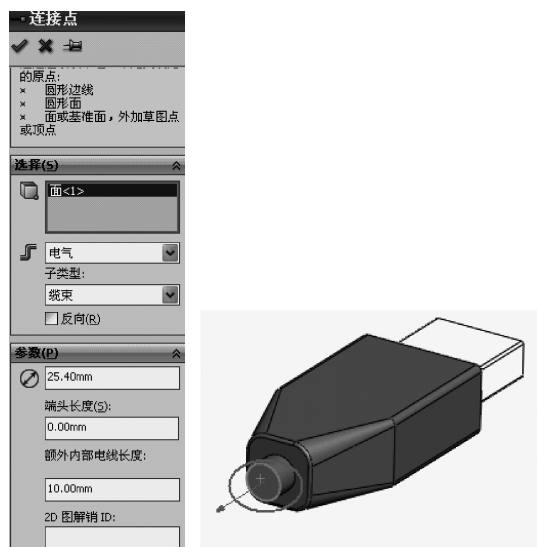

图 8-23 【连接点】属性设置
3) 在【属性管理器】中弹出【连接点】的属性对话框，在【选择基准面或面和点】选项框中选择圆柱的端面，在【选择线路类型】下拉菜单中选择【电气】，【子类型】选择【缆束】，其余选项如图 8-23 所示。